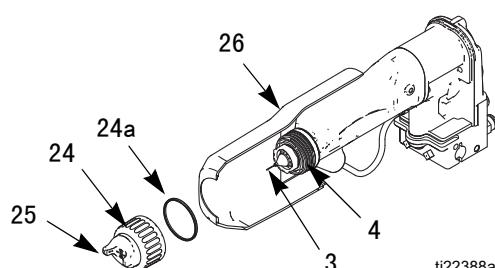

图 12. 清洗空气帽和流体喷嘴
- 卸下空气帽组件（24、25）和保护罩（26）。参见图 12。